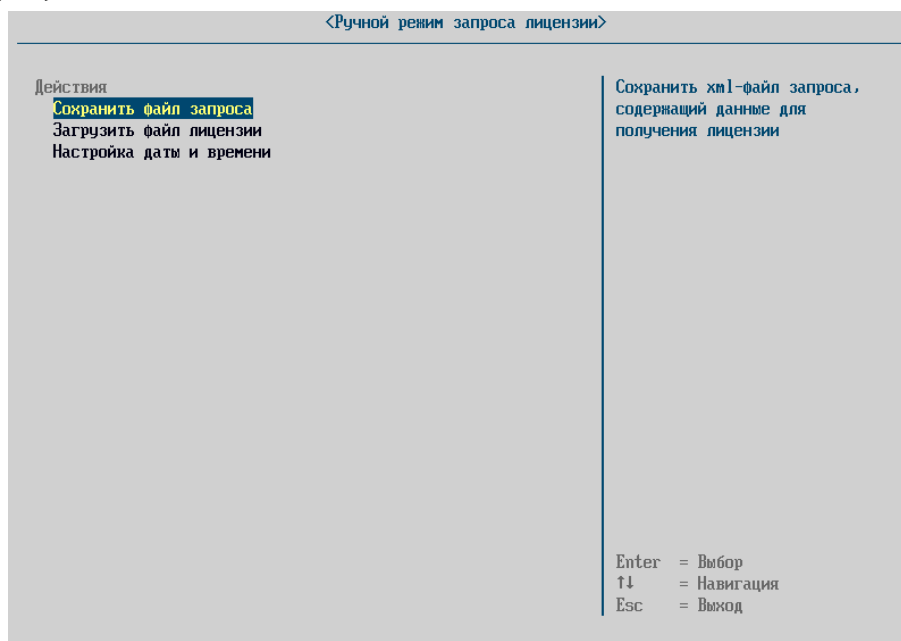

Рисунок 7 – Меню ручного режима запроса лицензии
4) после процедуры создания администратора Изделие в автоматическом режиме перезагрузится, после ввода PIN-кода пользователя, отобразится меню «Ручной режим запроса лицензии» (см. рисунок 7);